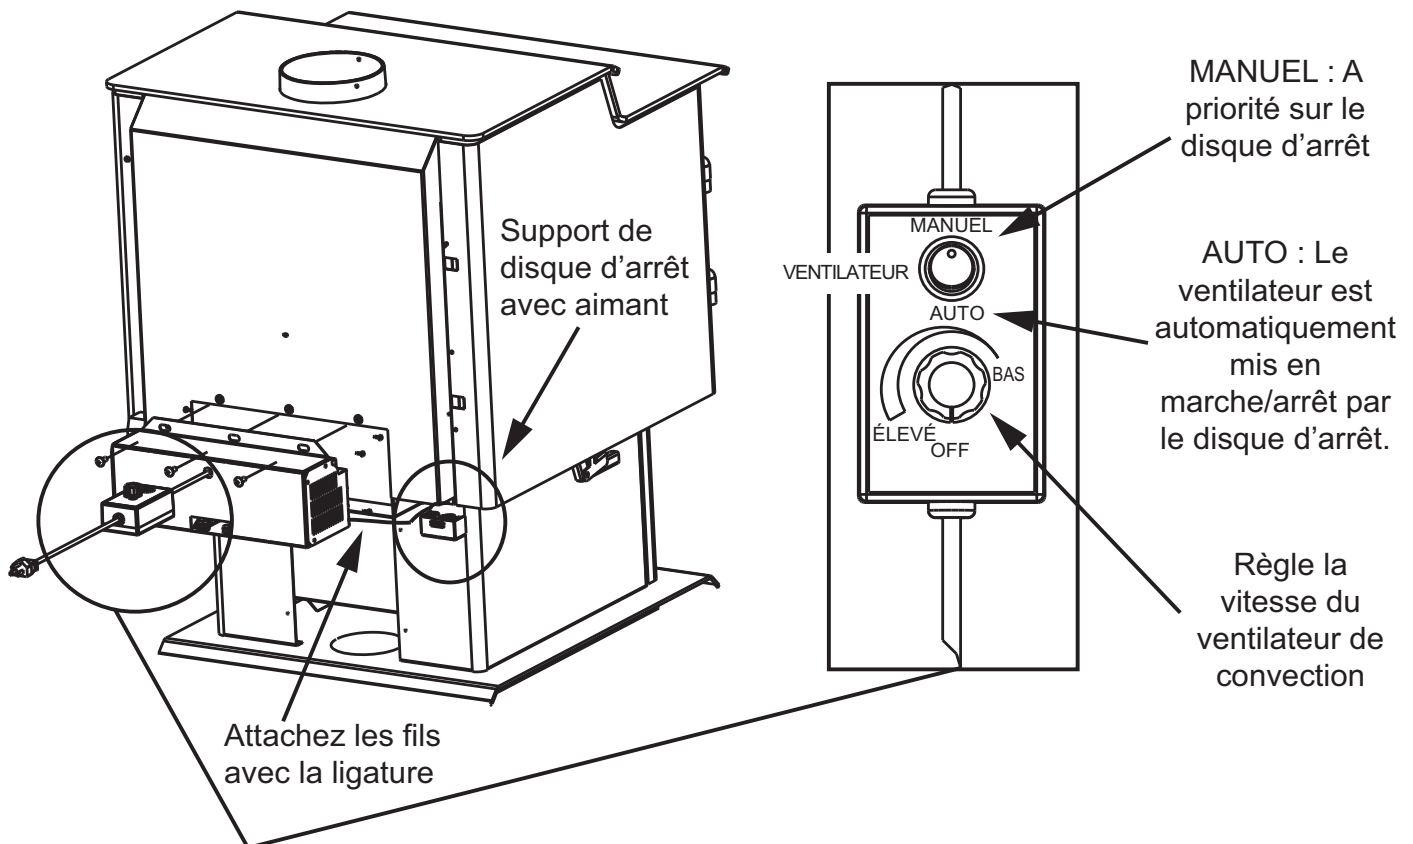

Figure 27.1
2. Alignez les trous de la bride de montage du ventilateur avec les trous sur l'appareil. Le ventilateur refoulant doit être placé sur le côté inférieur arrière du revêtement extérieur, comme illustré à la **figure 27.1**.